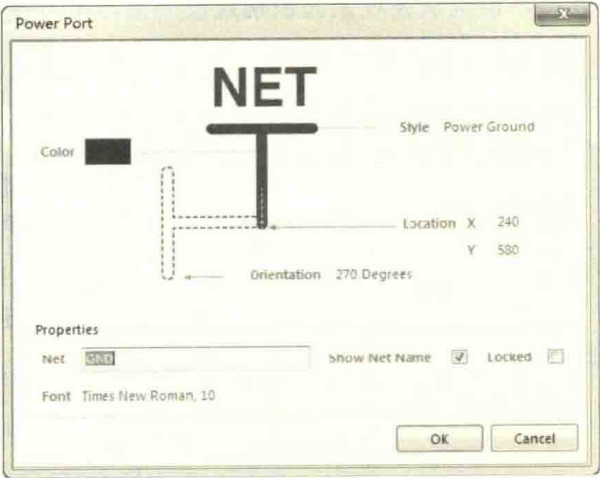

图 4-39 电源端口属性设置
- (1) 执行菜单命令“Place-Power Port”，激活放置。
- (2) 在放置状态下按“Tab”键，进入如图 4-39 所示的电源端口属性设置对话框。和网络标号属性类似，电源端口属性设置可以设置显示颜色、放置角度、显示图形形状及位置。
- ① Color: 可以设置显示颜色。
- ② Style: 可以设置显示图形形状，Altium Designer 提供了多种图形形状供设计者选择，如表 4-1 所示。